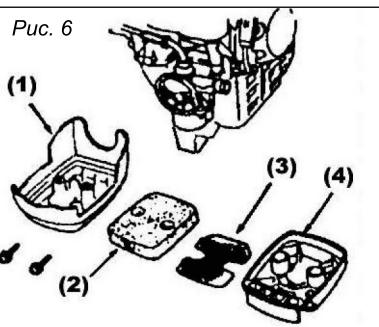

Рис. 6
9.1 .Воздушный фильтр (рис. 6)